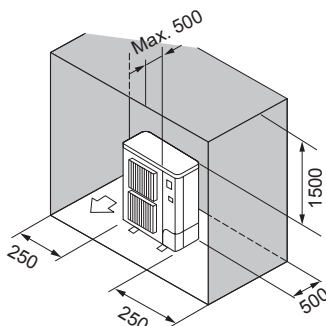

Fig. 2-11
- ⑥ Alleen obstakels aan de achter- en bovenzijde en de zijkanten (Fig. 2-11)